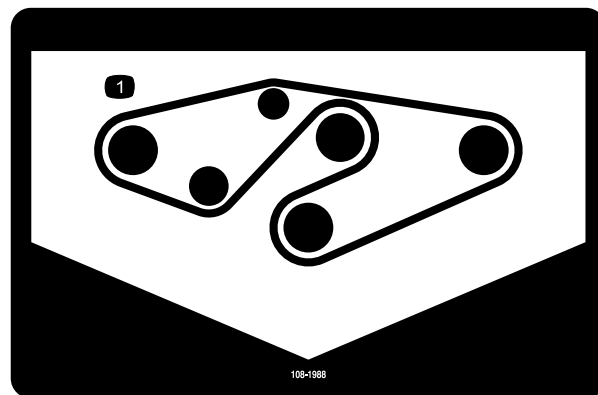

Figura 37
4. Montate la nuova cinghia attorno alle pulegge del fusello e alla puleggia tendicinghia, come illustrato in Figura 37.